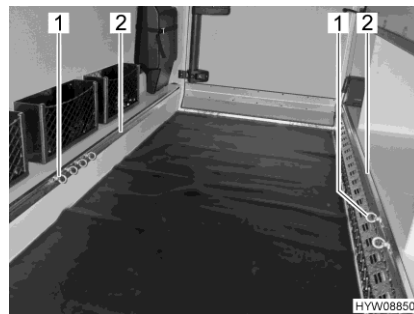

Fig. 5 Occhielli di ancoraggio (garage di coda)
- Ruotare l'occhiello di ancoraggio (Fig. 5,1) in senso antiorario di un mezzo giro. È possibile spostare l'occhiello di ancoraggio (Fig. 6).
- Spingere l'occhiello nella guida di ancoraggio (Fig. 5,2) nella posizione desiderata.